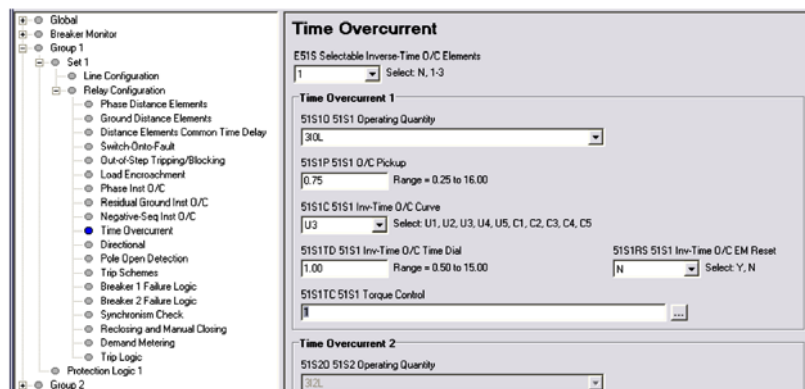

Figura 6.13 Verificando o Elemento de Sobrecorrente 51S1: ACSELERATOR
- a. Abrir a ramificação da opção **Group 1 > Relay Configuration > Time Overcurrent** na tela da opção **Settings** (ver Figura 6.13).